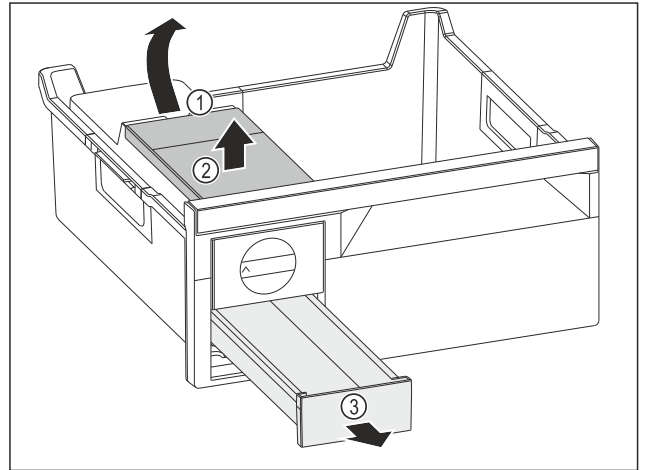

Fig. 90
- ▶ Sacar el depósito de agua: Subir el depósito de agua por la entalladura Fig. 90 (1).
- ▶ Extraer el depósito de agua Fig. 90 (2) por arriba.
- ▶ Extraer el cajón para cubitos de hielo Fig. 90 (3) por delante.